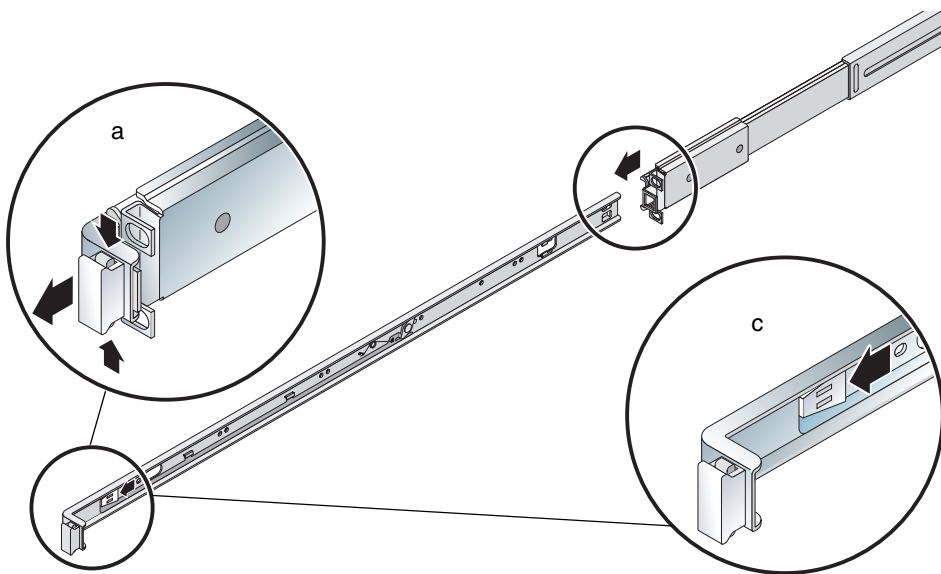

图 2-1 从滑动部件中取出内部滑轨
1. 从滑动部件中取出内部滑轨。参见图 2-1。
- c. 拉动内部滑轨内侧的切换开关，松开内部滑轨。参见图 2-1。